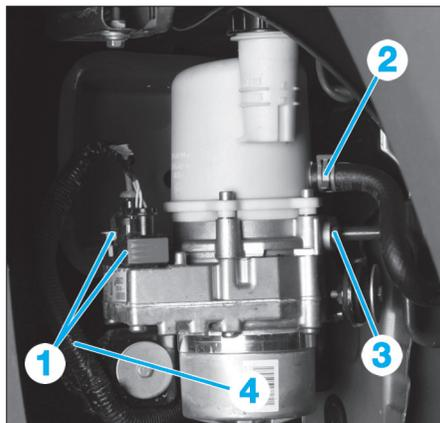

Fig. 15
- Débrancher les connecteurs (1) du groupe électropompe (Fig.15).
- Desserrer le collier du tuyau basse pression (2) sur le réservoir du groupe électropompe.
- Déposer la vis de la bride de tuyau haute pression (3) sur le groupe électropompe.